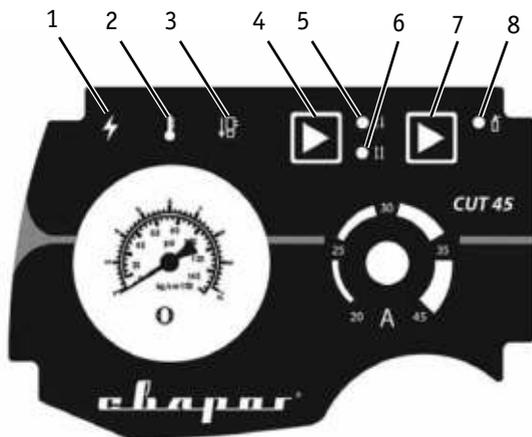

Рис. 2
Перед началом работы необходимо установить в плазменный резак все необходимые детали. Индикаторный пенилупрвления (3) (рис. 2) загорается, если контакты резка установлены не полностью или неправильно.
Подключите аппарат к однофазной сети питания 220 вольт. Включите аппарат с помощью выключателя на дне панели аппарата (6) (рис. 1.2), должен загореться индикатор сети (1) (рис. 2).
1. Перед н ч лом р боты осуществите холостой продув пл зменного рез к воздухом, включив режим проверки г з с помощью переключ теля режимов (7) (рис. 2), отобр ж е-мым свечением индик тор (8) (рис. 2).
2. Переведите пп р т в режим рез с помощью повторного н ж тия переключ теля режим (7) (рис. 2), индик тор (8) пог снет (рис. 2).
3. Выберите необходимый режим 2Т или 4Т с помощью переключ теля (4) (рис. 2)